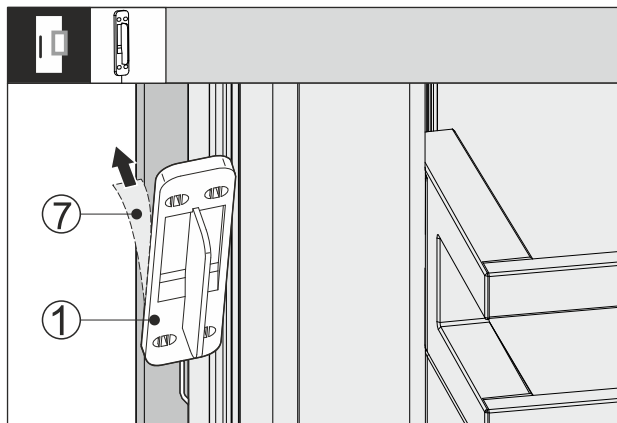

Fig. 65
- ▶ Trekk av beskyttelsesfolien Fig. 65 (7) på baksiden av bankesensoren Fig. 65 (1).